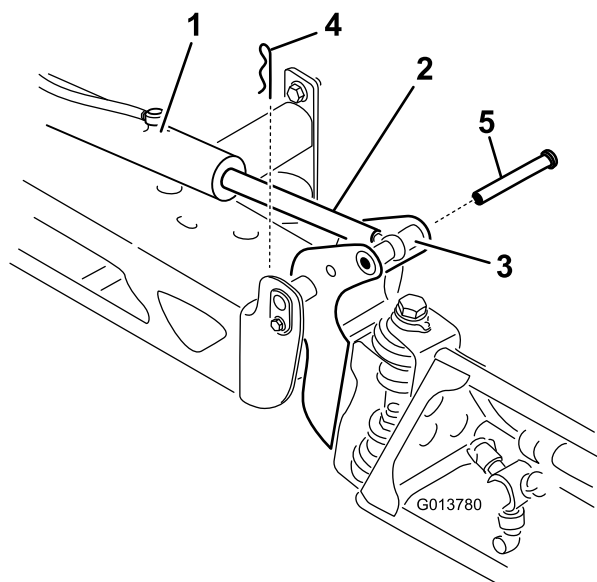

Рисунок 37
2. Извлеките шплинт из оси поворота (Рисунок 37).
3. Поднимите стрелу и снимите штифт (Рисунок 37). Медленно опустите стрелу на землю.
- Удерживая стрелу, проденьте штифт сквозь ось поворота стрелы и шток привода (Рисунок 37).